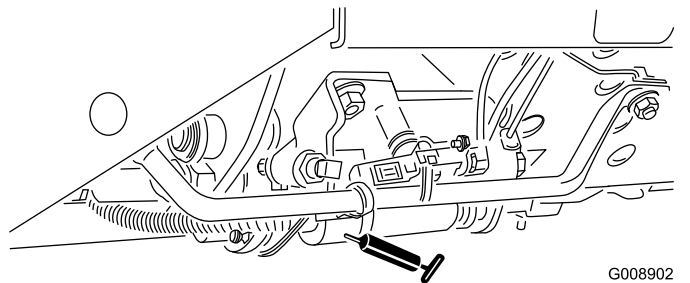

Figure 41
- Sélecteur de tonte/transport (Figure 41)